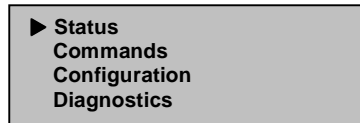

図55: メインメニュー
1. メインメニューで、[Status]にスクロールします (図55を参照)。
1. メイン メニューで、[Status]にスクロールします (図55を参照)。
1. メインメニューで、[Status]にスクロールします（図55を参照）。